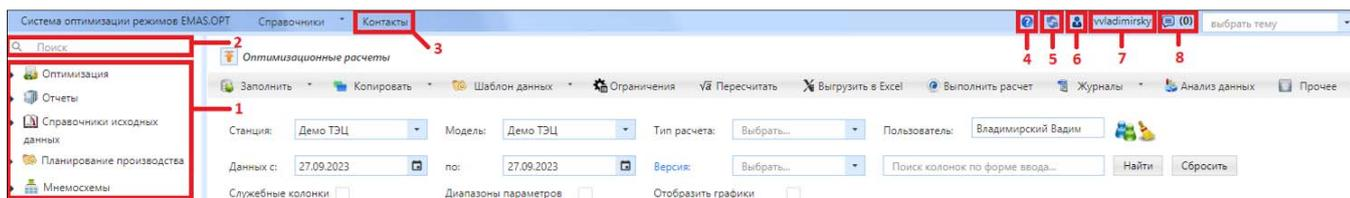
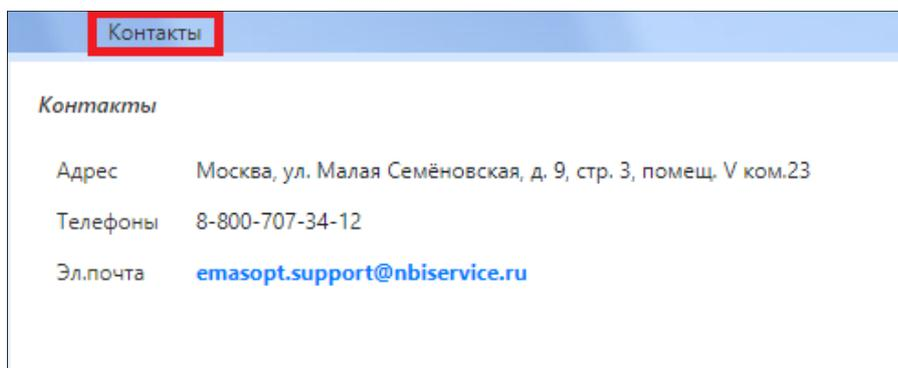

Рисунок 3.1.8 – Главная страница Системы
Рисунок 3.1.11 – Контактная информация в Системе
Элементы главной страницы Системы представлены на рис. 3.1.8.
Нажав на кнопку (3) «Контакты» (рис. 3.1.8) откроется окно с контактной информацией разработчиков ИАС (рис. 3.1.11).